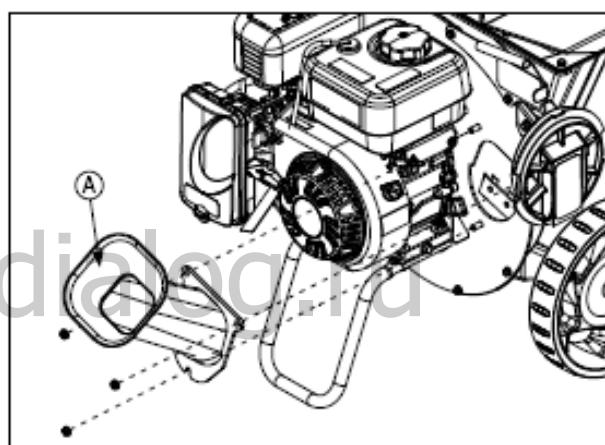

РИСУНОК 11 – Проверка ножей дробилки
2. Удалите гайки, скрепляющие лоток дробилки с передней стенкой дробилки. Извлеките лоток дробилки (A) для доступа к ножам. См. РИСУНОК 11